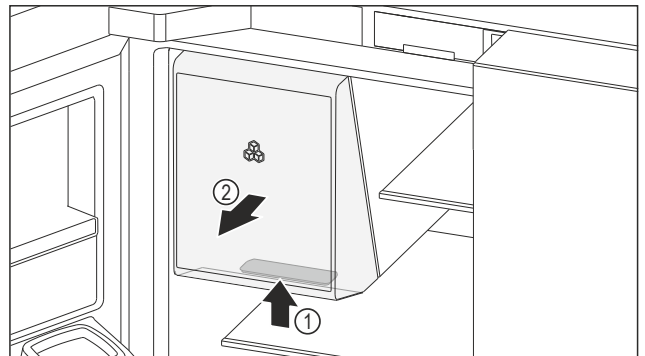

Fig. 159 Entnahme Eislagerfach
- ▶ Griffmulde Fig. 159 (1) am Eislagerfach unten greifen und Eislagerfach gleichzeitig nach vorne herausziehen Fig. 159 (2).